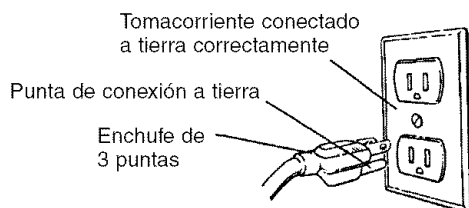

Figura 1 - Receptáculo de 3 puntas
- Esta herramienta viene con un cordón eléctrico aprobado de 240 voltios nominales y un enchufe de 3 puntas con derivación a tierra de 125 voltios nominales (vea la Figura 1) para protegerlo contra el peligro de sacudidas eléctricas.
- El enchufe de conexión a tierra se debe enchufar directamente en un receptáculo de conexión a tierra de 3 puntas, conectado a tierra e instalado correctamente, como se muestra en la Figura 1.